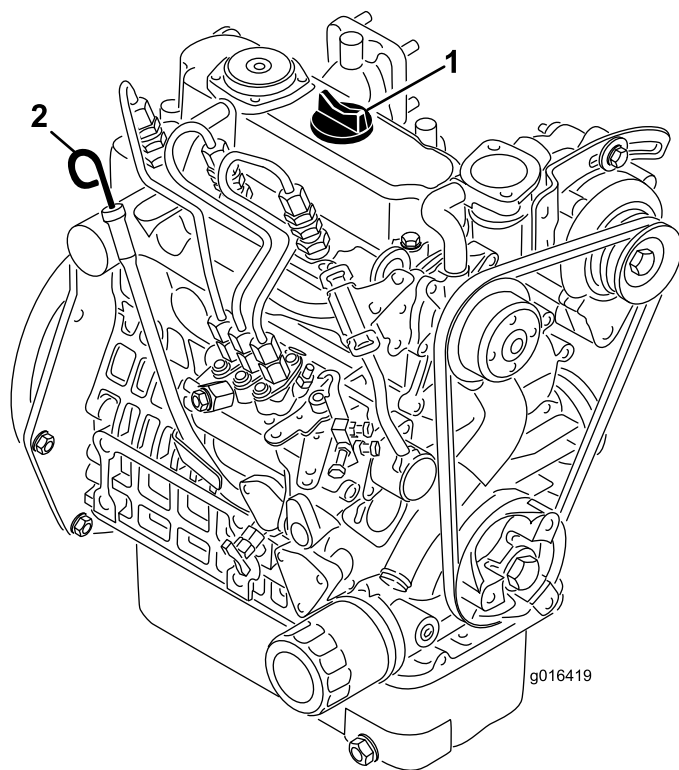

Figura 22
2. Togliete l'asta di livello ed asciugatela con un panno pulito (Figura 22). Premete l'asta di livello nel tubo e assicuratevi che sia completamente in sede. Estraete l'asta di livello dal tubo e controllate il livello dell'olio. Se il livello dell'olio